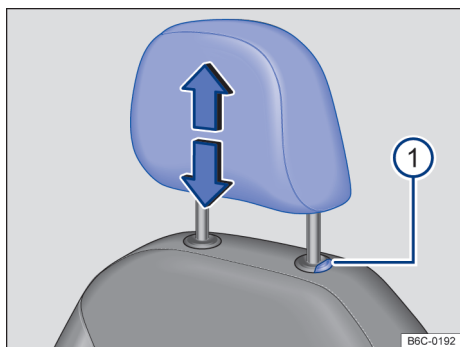

Fig. 68 Apoio para cabeça dianteiro: ajustar.
- Deslocar o apoio para cabeça para cima ou para baixo na direção da seta com o botão → Fig. 68 ❶ pressionado → ▲ em *Introdução ao tema* na página 84.